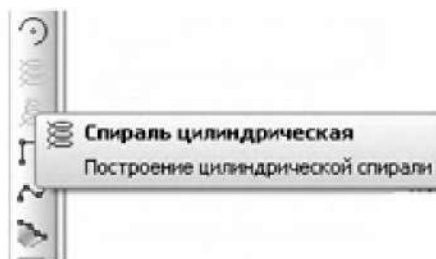

Рисунок 4.3. Команда Спираль цилиндрическая на Инструментальной панели Пространственные кривые
3. На поверхности трубы создайте цилиндрическую винтовую линию. В Дереве модели выделите профильную плоскость ZY. Выберите команду **Спираль цилиндрическая** на Инструментальной панели, раскрыв ее кнопкой **Пространственные кривые** (рисунок 4.3). Ось спирали будет перпендикулярна профильной плоскости ZY и по умолчанию проходит через начало системы координат этой плоскости. Точкой привязки спирали считается точка пересечения оси и опорной плоскости.